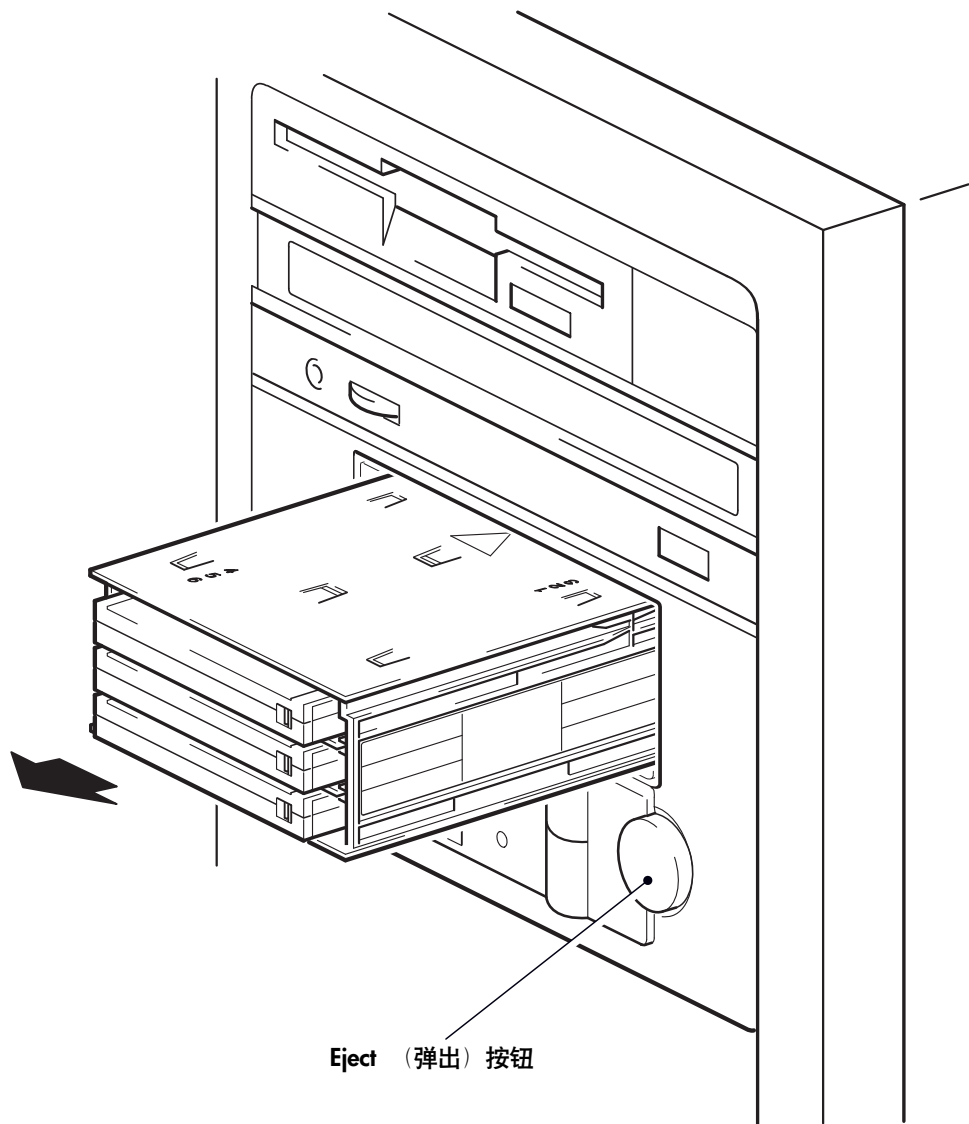

图 12: 卸载自动装载器
- 1 按下前面板上的 **Eject**（弹出）按钮。（见图 12。）